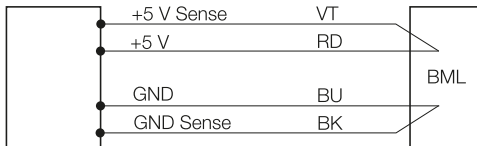

Fig. 4-4 : Bloc d'alimentation avec ligne « Sense »
**i** En cas de fonctionnement sur 5 V, la tension de service doit être de  $5\text{ V} \pm 5\%$ . Afin de compenser les chutes de tension dans le câble d'alimentation, l'utilisation d'un bloc d'alimentation régulé avec entrée « Sense » est recommandée (Fig. 4-4).